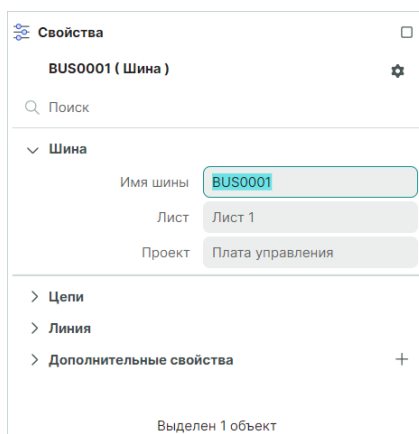

Рис. 130 Переименование шины из панели «Свойства»
- В пункте «Имя шины» в панели «Свойства», см. Рис. 130.